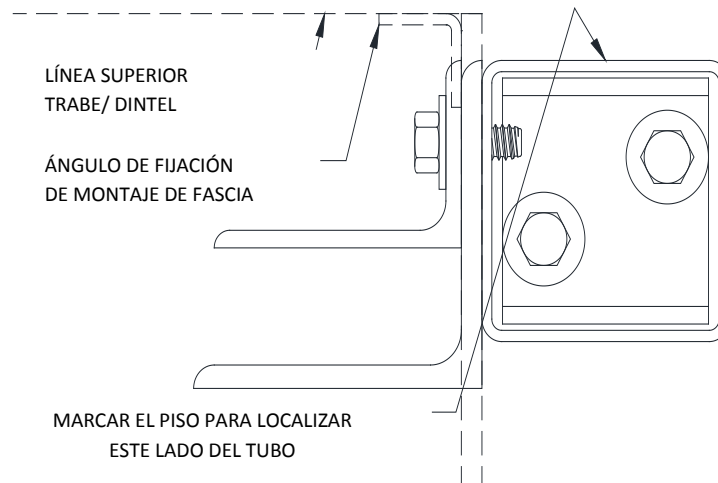

Figura 5.11 - Ángulo de fijación de montaje de Fascia
3. Determinar en dónde se ubicará la fascia de la puerta con respecto al trabe/lintel (si existe alguno) y la jamba. En esta configuración, la fascia se monta para fijar los ángulos localizados en el frente del soporte. Ver **Figura 5.11**.